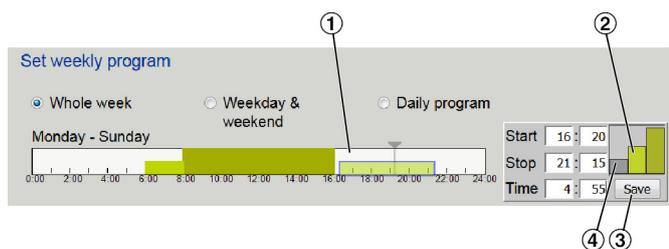

Рис. 44: Часы работы
- ▶ Чтобы настроить новый таймер (период времени), сначала нажмите на белую область (Рис. 44/1), затем выберите скорость вентилятора (низкая или высокая скорость) (Рис. 44/2). Введите время начала и окончания, используя клавиатуру, или двигайте курсор мышкой. Затем сохраните настройки (Рис. 44/3).
Чтобы изменить таймер, выделите период мышкой, и измените его. Затем сохраните настройки (Рис. 44/2).
Чтобы удалить таймер, отметьте его мышью, затем выберите «Стоп» (серая полоса - Рис. 44/4); это удалит таймер.